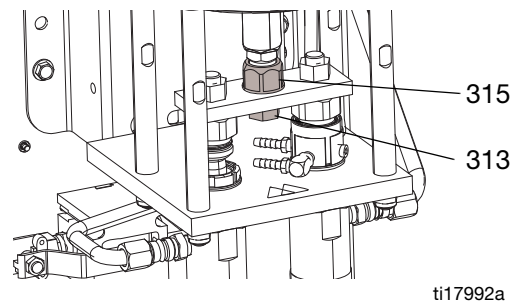

BILD 1
7. Använd en skiftnyckel för att hålla kolvstången på plats och ta bort adaptern (315) med en annan skiftnyckel. Se BILD 1 på sidan 26.
1. Applicera mediumblått gänglåsmedel på adaptern (315). Använd en skiftnyckel för att hålla kolvstången på plats och montera adaptern (315) med en annan skiftnyckel. Dra åt till ett vridmoment på 43-51 N•m (32-38 ft-lbs). Se BILD 1.